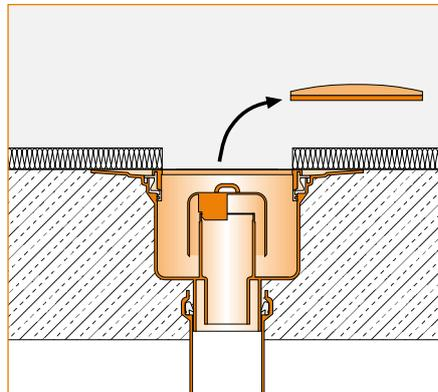
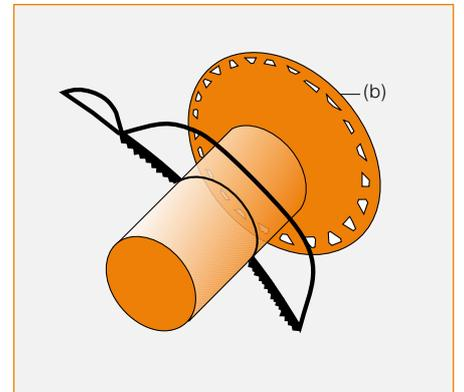
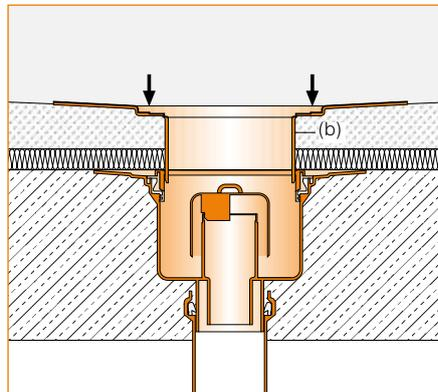
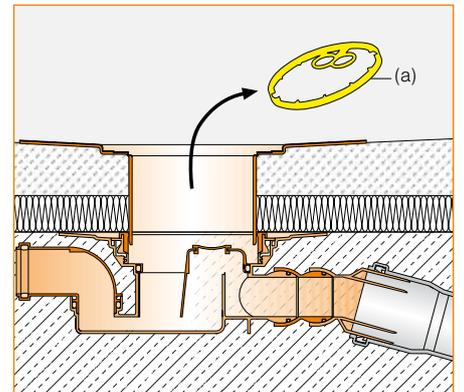

Fig. 3
Fig. 4
Fig. 5
Fig. 6
3. Après avoir retiré le couvercle de protection de chantier (Fig. 3), l'avaloir Schlüter®-KERDI-DRAIN (b) est scié en fonction de la hauteur de l'évacuation au sol (Fig. 4), puis positionné sur le corps de siphon (Fig. 5) et emmanché (utiliser éventuellement de la graisse pour faciliter le coulisement). Dans le cas des évacuations au sol à sortie latérale, le manchon du Schlüter®-KERDI-DRAIN sera posé sur la bague entretoise jaune (a) fournie. Cette bague garantit le débattement nécessaire pour les revêtements comportant une couche d'isolation; elle doit donc impérativement être retirée au terme des travaux (Fig. 6). Dans le cas des évacuations verticales, il faut raccourcir le manchon de sorte qu'il ne repose pas contre le fond du corps de siphon.